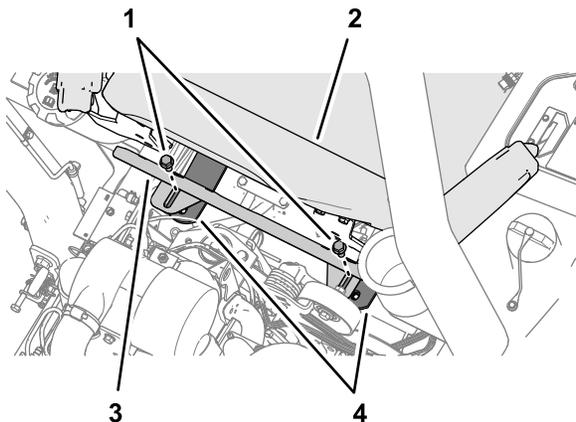

図 2
1. 運転席の後ろで、防熱シールドと座席ストラップ用クロスチューブを固定しているフランジヘッドキャップスクリュ2本を外して、防熱シールドを外す 図 2。